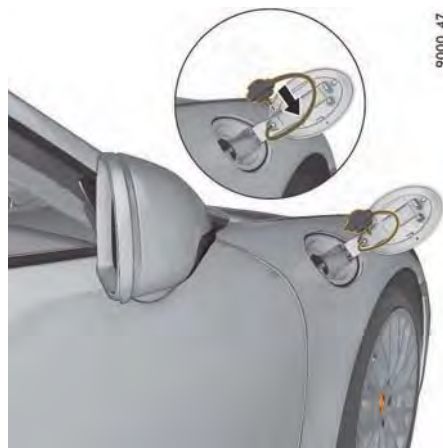

図50: タンク・キャップを開く
3. 取り外したキャップをホルダー (図50) にかけてください。